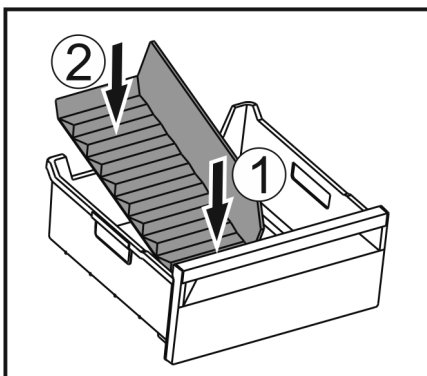

Fig. 145
- ▶ Vorderen Teil des Eisfach-Trenners einsetzen. Fig. 145 (1)
- ▶ Hinteren Teil des Eisfach-Trenners bis zum Schubfachboden absenken. Fig. 145 (2)